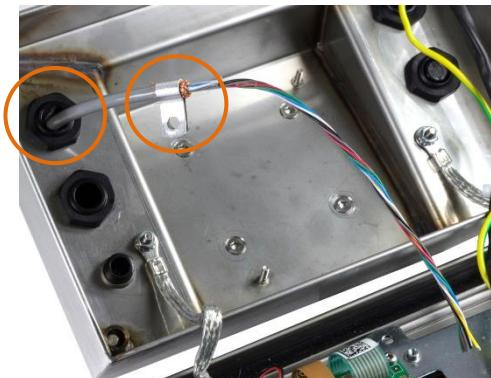

Figura 2-31: Cabo da Célula de Carga do Gabinete do IND236, com Clipe de Aterramento do Chassi
1. O cabo da célula de carga passa pelo gabinete através do prensa-cabo como indicado na Figura 2-31.